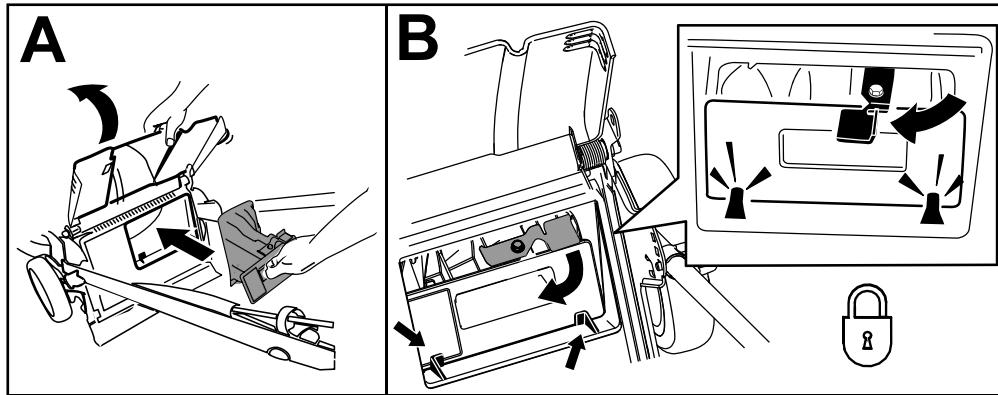

図 25
**重要**後部プラグがロックされていることを確認してください。プラグをロックするには後部のデフレクタ図 25を上げ、プラグがパチンと音を立てて嵌まるまでタブの後ろからしっかりと押し付け、プラグのレバーを左に回します図 25。